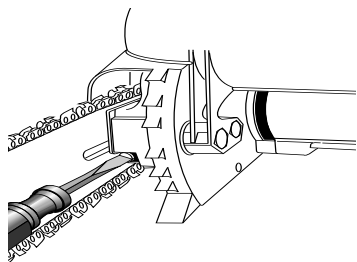
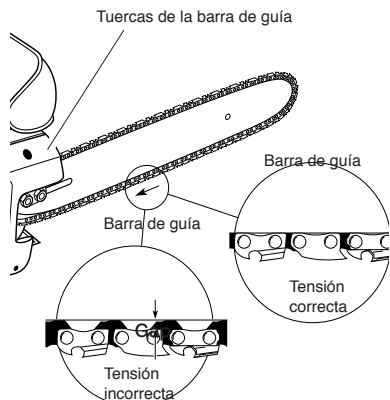

Figura 6 - Girando el Tornillo de Regulación
Figura 7 - Ajuste de la cadena serrada
2. Gire el tornillo de regulación en sentido horario hasta que no quede holgura en la cadena (vea la Figura 6, en la página 35). *Nota:* No debería haber separación entre los eslabones laterales de la cadena y la parte inferior de la barra guía (Vea la Figura 7, en la página 35).